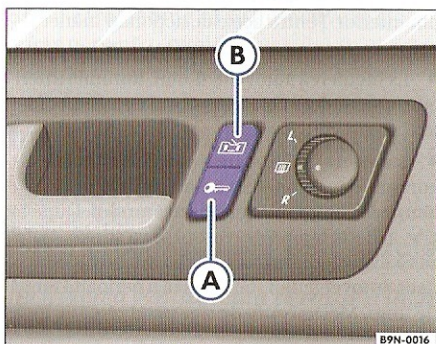

Fig. 17 Imagine din ușa conducătorului: Tasta închiderii centralizate.
- Apăsați tasta ⇒ fig. 17 (A) ⇒ ⚠.